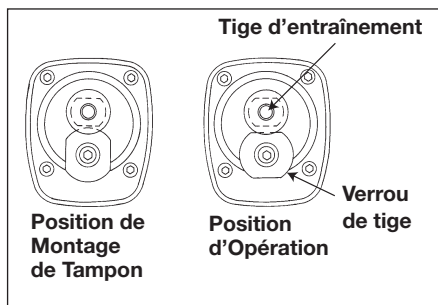

Figure 2 - Assemblage des patins de ponçage
2. Verrouiller la tige d'entraînement avant de fixer le tampon à poncer. Tourner le verrou de la tige jusqu'à ce que le verrou de tige se mette en prise avec la tige d'entraînement et serrer à main, le tampon au sens des aiguilles d'une montre (Voir Figure 2).